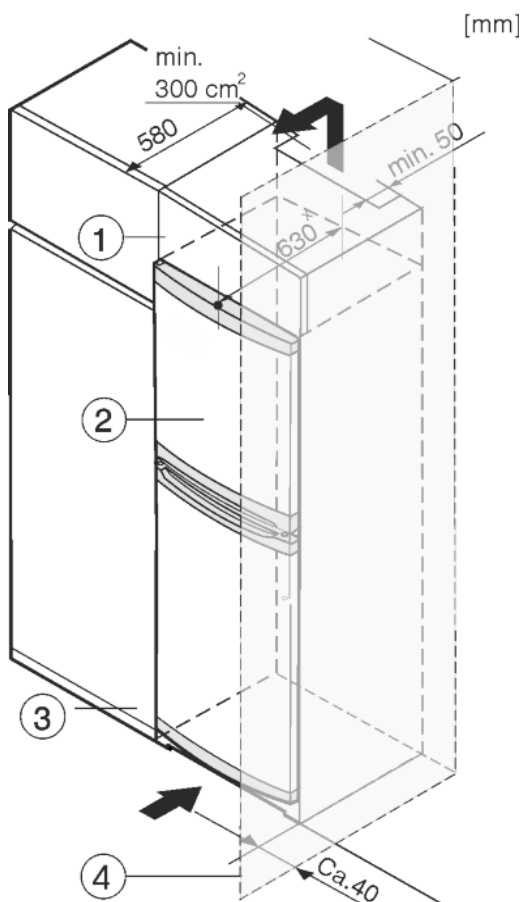

Fig. 8
- (1) Élément haut
- (2) Appareil
- (3) Placard de cuisine
- (4) Mur
L'appareil peut être réagencé avec des buffets de cuisine. Pour adapter l'appareil Fig. 8 (2) à la hauteur du coin cuisine, une rehausse Fig. 8 (1) peut être posée sur l'appareil.
Lors de la transformation avec des placards de cuisine (profondeur max. 580 mm), l'appareil peut être placé directement à côté du placard de cuisine Fig. 8 (3). L'appareil dépasse latéralement de 34 mm * et de 50 mm * au centre de l'appareil par rapport à la face avant du placard de cuisine.
Si l'appareil est installé avec les charnières à côté d'un mur *Fig. 8 (4)*, la distance entre l'appareil et le mur doit être de 40 mm min. Ceci correspond à la saillie de la poignée lorsque la porte est ouverte.